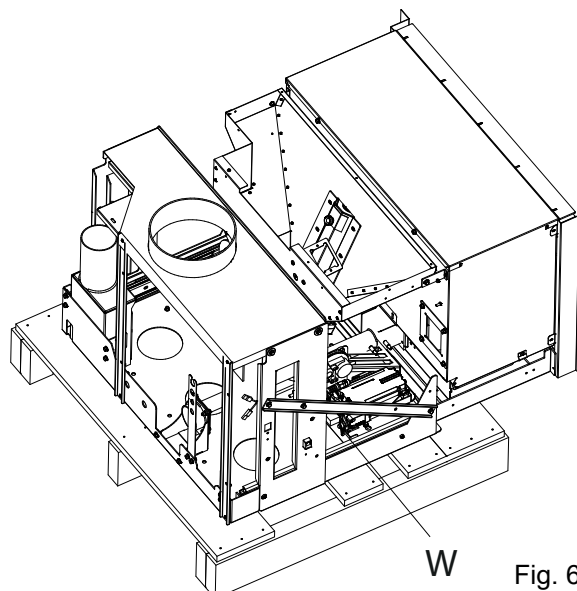

Fig. 6.1.3b
! Esta operación se realiza en un micro interruptor de seguridad (W) que desactiva la alimentación eléctrica. (Fig. 6.1.3b) el cable de alimentación no debe estar conectado a la red eléctrica.